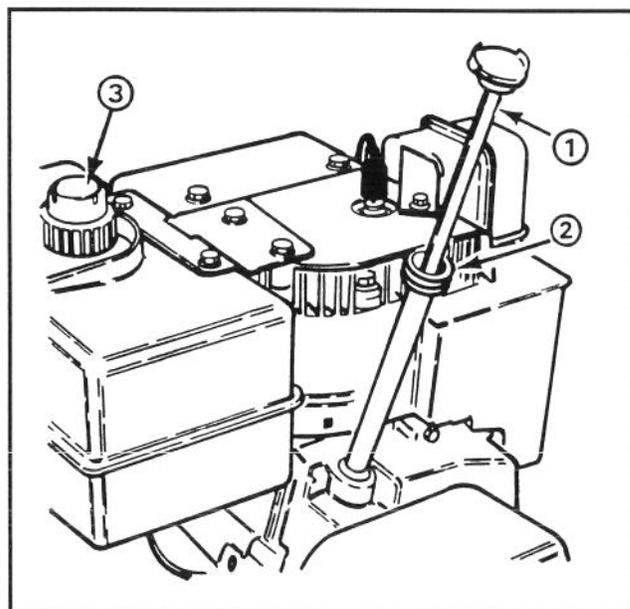

Abbildung 11
### FÜLLEN DES KURBELGEHÄUSES MIT ÖL (Abb. 11)
4. Langsam 0,62 Liter SAE 5W30 oder SAE 10 Öl in die Einfüllöffnung gießen (Abb. 11). Für den Motor ist ausschließlich hochwertiges HD-Öl der API-Klasse SE, SF oder SG zu benutzen.
1. Um den Tankdeckel herum reinigen (Abb. 11). Den Deckel abnehmen. Der Tank wird auf 6 mm bis 13 mm unterhalb des Tankeinfüllstutzens mit bleifreiem Normalbenzin gefüllt. Nicht bis in den Einfüllstutzen auffüllen, da dieser Raum für die Ausdehnung des Kraftstoffs notwendig ist. Tank nicht ganz bis oben auffüllen. Den Tank wieder verschließen.